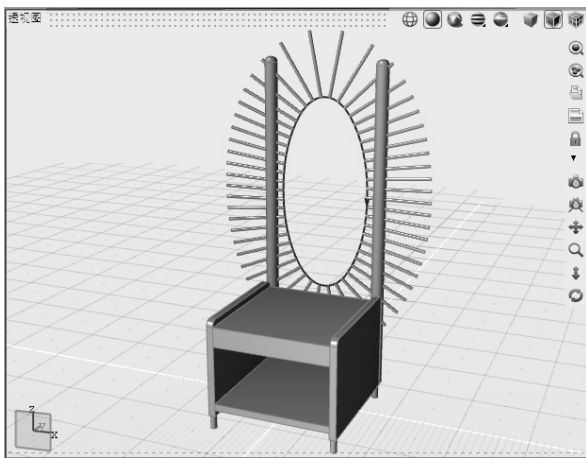

图 5-35 设定副本数量为“50”
7) 选中该复制对象，在控制面板中，输入“U 方向上的副本”数量为“50”，获得结果如图 5-35 所示。